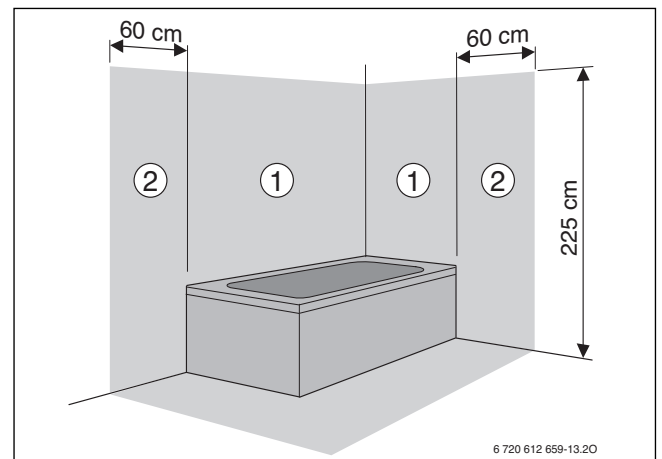

Рис. 17
- В зонах безопасности 1 и 2 (→ рис. 17):